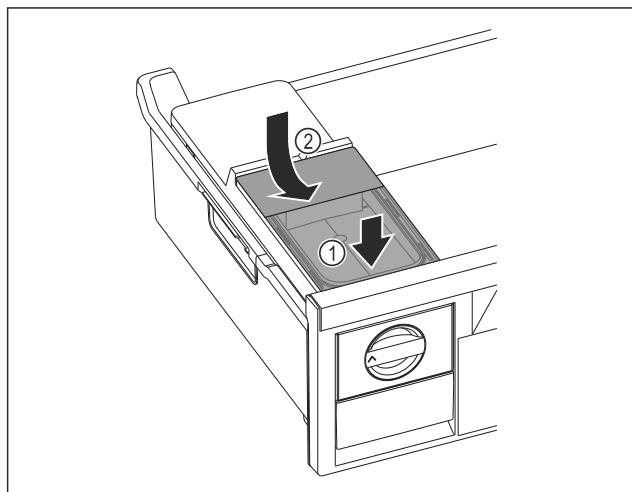

Fig. 77
- Sett fast fronten på vannbeholderen. Fig. 77 (1)
- Senk vannbeholderens bakdel. Fig. 77 (2)